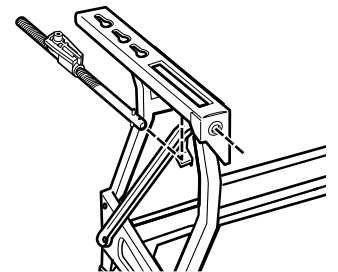

FIG. 3
- Select the vise screws (D) and the pivot nuts (E). Screw one pivot nut onto each vise screw about halfway, as shown in Figure 3.
- Insert the unthreaded end of the vise screws into the frame such that the pivot nuts are located in the slots on the top of the frame and the unthreaded ends protrude through the holes in the front of the frame, as shown in Figures 3 and 4.
- Prendre les vis d'étau (D) et les écrous de pivot (E). Visser à moitié un écrou de pivot sur chacune des vis d'étau comme le montre la figure 3.
- Glisser le bout non fileté des vis d'étau dans le cadre de façon à placer les écrous de pivot dans les orifices de réglage qui se trouvent sur le dessus du cadre et à laisser dépasser les bouts non filetés par les trous sur le devant du cadre (fig. 3 et 4).